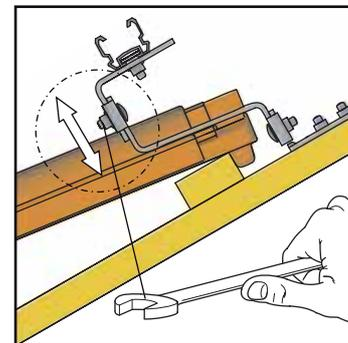
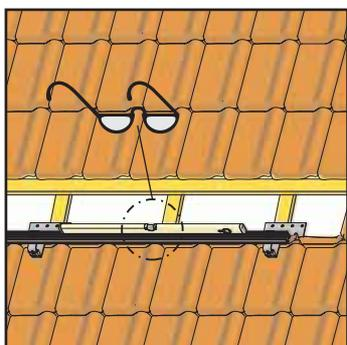

Figura 3-10 Regolazione dell'altezza dei ganci da tetto
Figura 3-11 A seconda del raccordo, orientare i profilati orizzontalmente o con una leggera pendenza
12. Orientando la guida profilata di montaggio in altezza (dalla Figura 3-10 alla Figura 3-11).